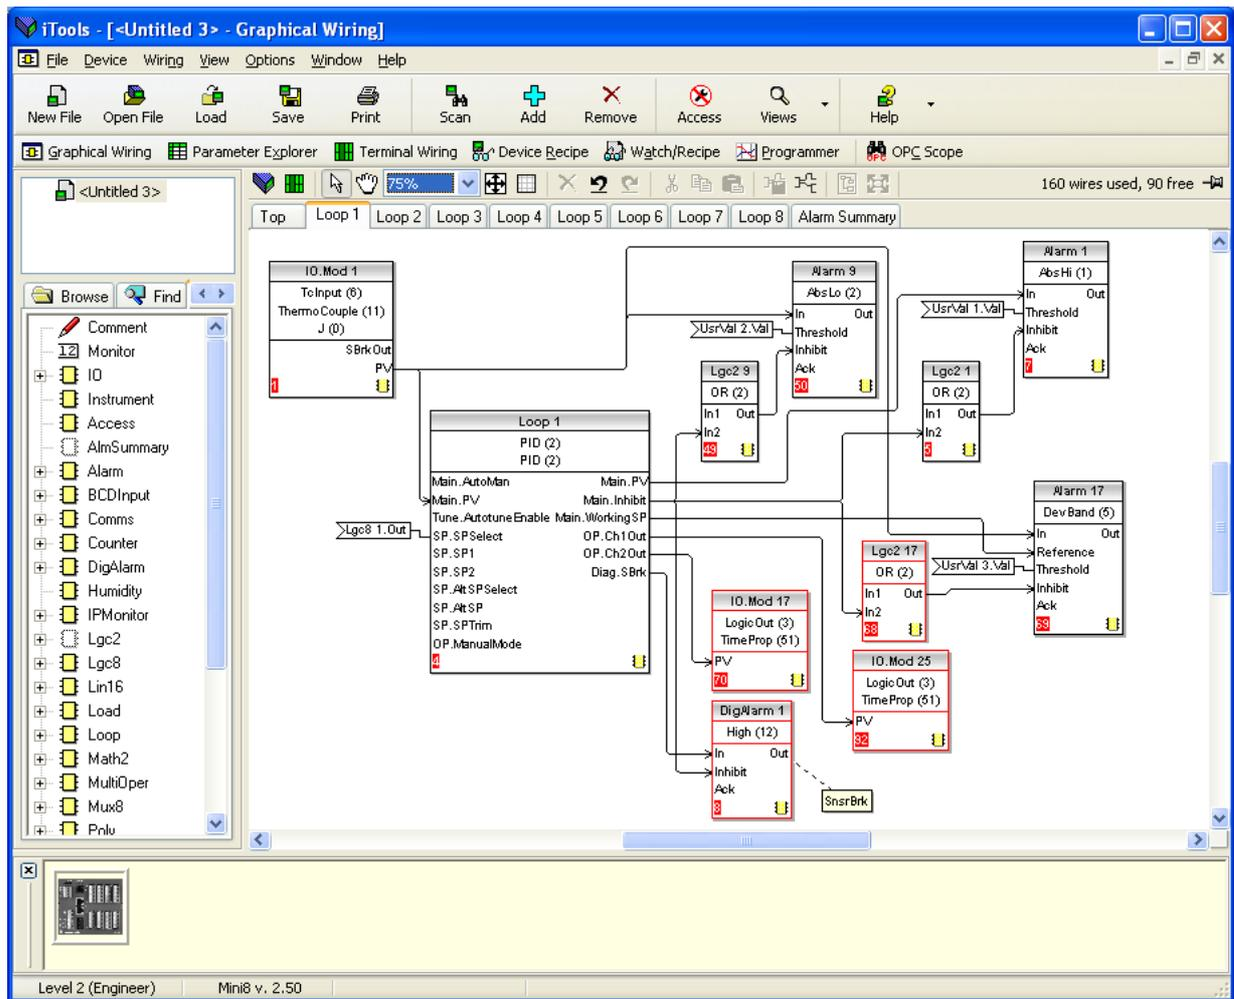

Figure 90 Câblage graphique du régulateur Mini8
2. Configurer le régulateur Mini8 avec iTools. Dans l'exemple ci-dessous, les huit boucles du régulateur Mini8 ont été configurées pour la régulation de la température comme indiqué pour la Boucle 1 dans le câblage graphique iTools (Figure 90).